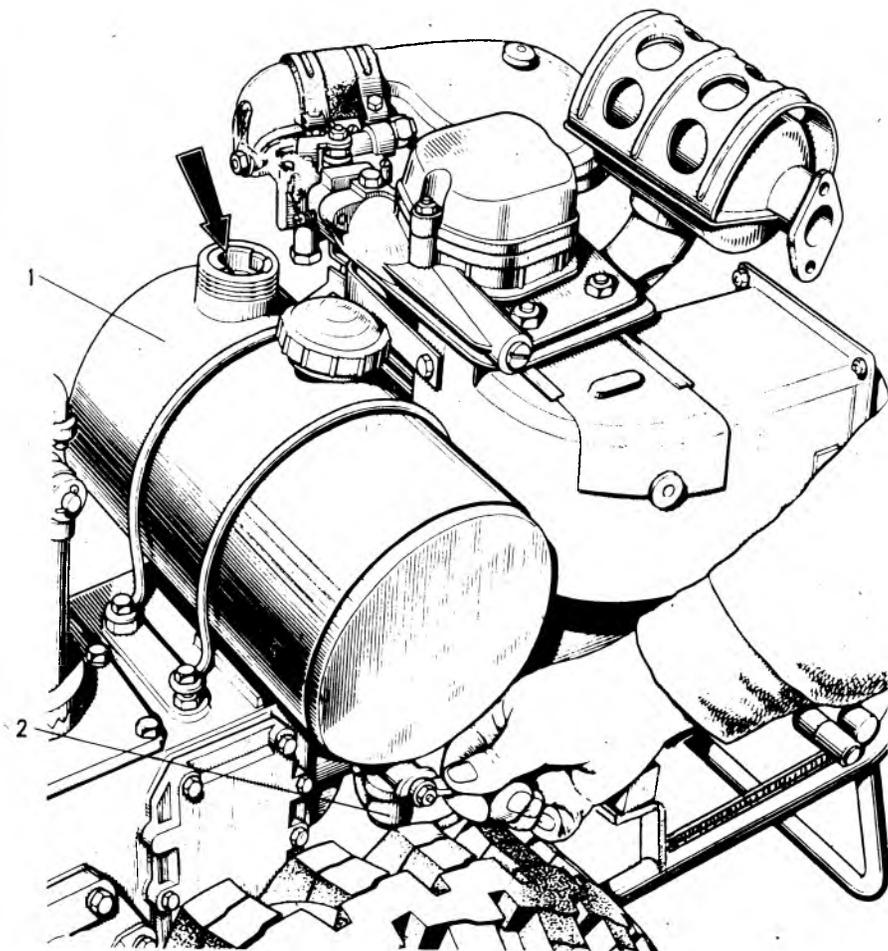

Рис. 14. Топливный бак мотоблока:
6.2.2. Откройте краник 2 топливного бака 1 (рис. 14), подкачайте топливо